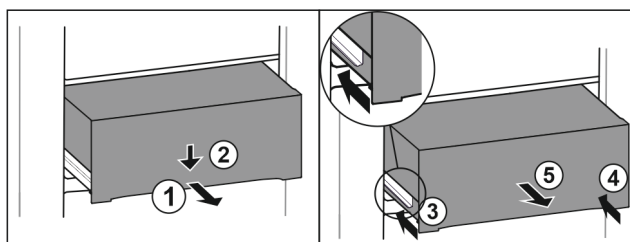

Fig. 133
- Dra ut utdragslåda till hälften. Fig. 133 (1)
- Tryck utdragslådan på framsidan nedåt. Fig. 133 (2)
- Skjut in vänster skena ca 2 cm. Fig. 133 (3)
- Skjut in höger skena ca 2 cm. Fig. 133 (4)
- Ta ut utdragslåda genom att dra den framåt. Fig. 133 (5)